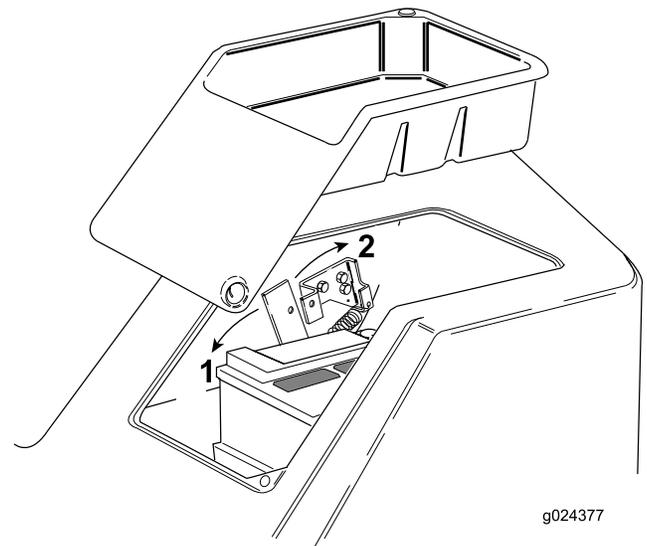

Figure 3
7. Déplacez la poignée de verrouillage vers l'avant de la machine jusqu'à ce que le crochet du verrou soit dégagé de la barre de verrouillage (Figure 3).